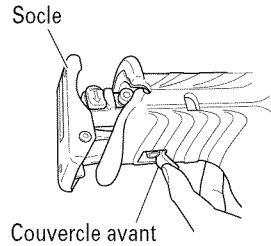

Fig. 12
(1) Soulever le couvercle avant comme indiqué sur la Fig. 12.